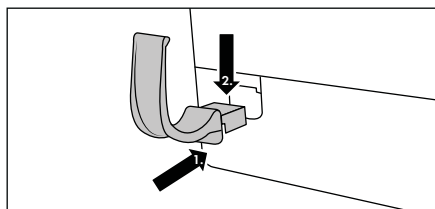

Bild 1
- ♦ Sätt in slanghållaren **16** i öppningen på produkten och tryck ner den så att den fastnar där (se bild 1).